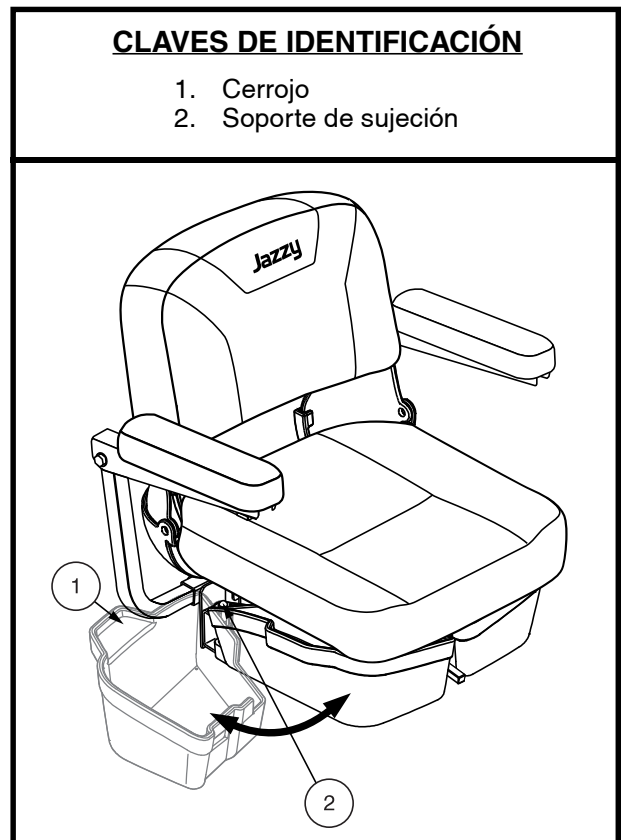

Figure 28. Almacenamiento debajo del asiento
1. Levante levemente el cerrojo en el costado del cubo de almacenamiento debajo del asiento (fig. 28) y gire el cubo de almacenamiento debajo del asiento hacia fuera de la Travel Scooter.
1. Levante levemente el cerrojo al costado del cubo de almacenamiento debajo del asiento (fig. 28) y gire el cubo de almacenamiento debajo del asiento hacia fuera de la Travel Scooter de viaje hasta que esté completamente abierto.
2. Si está equipado, retire el almacenamiento bajo del asiento (**fig. 28**).
7. Si está equipado, instale el almacenamiento bajo el asiento (fig. 28).